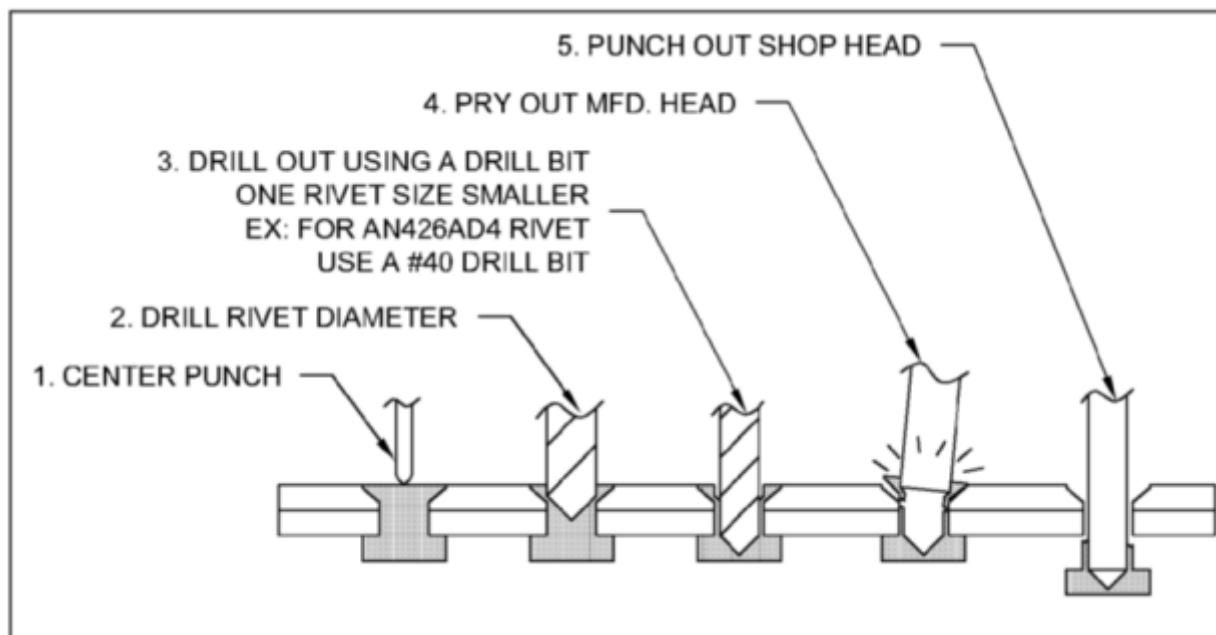

Figura 2 - Furando os rebites
Passo 4: Fure os seis rebites AN426AD4 que prendem os dois suportes de dobradiça inferiores do leme VS-1010 à longarina traseira do estabilizador vertical. Use a técnica mostrada na Figura 2.